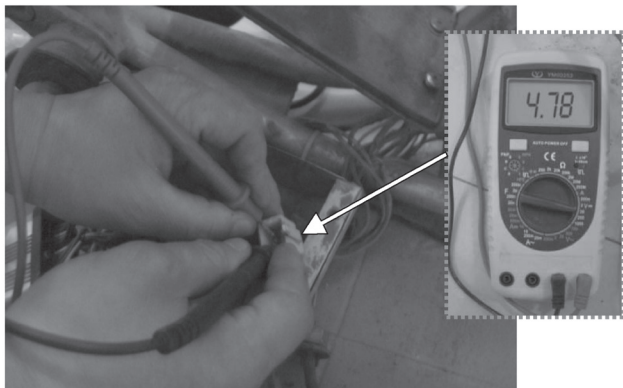

图 8-4 调速转把电源电压的测量
- 3) 接着，打开电源开关，按图 8-4 所示方法测得调速转把电源电压接近 5V，这表示正常。